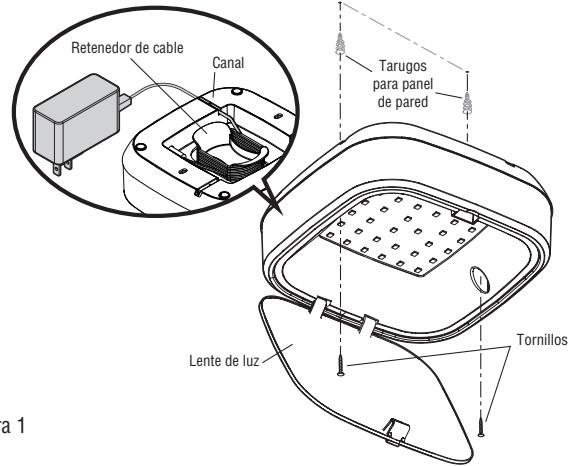

Figura 1
1. Con el lente de la luz inteligente abierto, sujete el dispositivo a la superficie de la ubicación de montaje deseada a menos de 6 pies (1.83 m) del tomacorriente. Marque la ubicación de los orificios para los tornillos en la superficie de montaje con un bolígrafo o un lápiz (Figura 1).